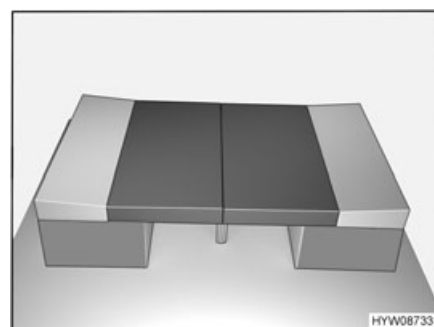

Fig. 51 Dopo la trasformazione
- Sistemare il cuscino del sedile e dello schienale come illustrato nella Fig. 51.